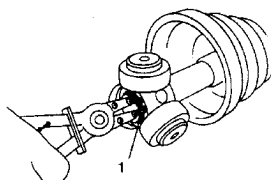

Рис. 8.8 Снимите стопорное кольцо трипода (См. Раздел 4)
3. Снимите стопорное кольцо с конца вала, затем снимите трипод с вала (См. Рис. 8.8). Не пытайтесь разбирать трипод.